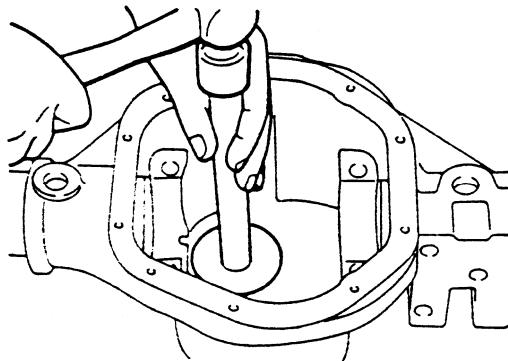

图 4-121 安装内轴承座圈
(9) 将各个垫片测得每片的厚度, 并合计垫片组厚度总和。若须要挡板时, 则该厚度应计算在总厚度内。若卡环被用在内轴承座与驱动小齿轮止推面之间时, 则必须将卡环厚度合计于垫片组总厚度值上。
(10) 在内轴承孔内置放须要的垫片(含挡板使用时), 按图4-121所示, 内轴承座圈转入差速器上。